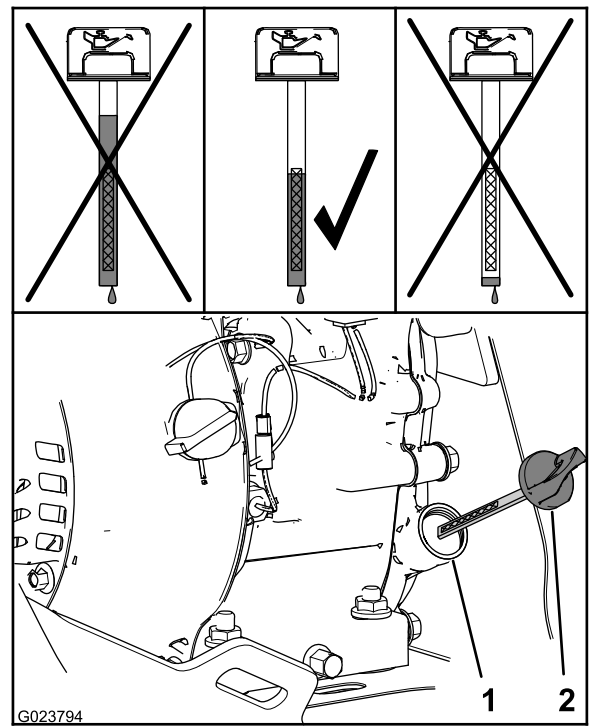

Bild 28
2. Nehmen Sie den Peilstab heraus und prüfen Sie den Ölstand (Bild 28).
Hinweis: Der Ölstand sollte über der Markierung am Peilstab liegen (Bild 28).
- A. Füllen Sie das angegebenen Öl in den Füllstutzen (Bild 28).